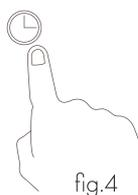

fig.4
- Presione el botón del TIMER (fig.4), luego utilice los botones "+" y "-" para fijar el tiempo.